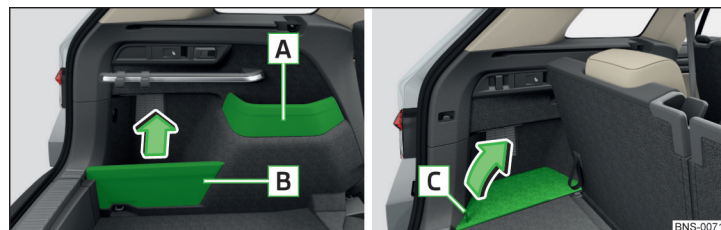

Abb. 154 Seitenablage herausnehmen / Seitenfach öffnen
Das fest verbaute Ablagefach **A** ist zum Ablegen von kleinen Gegenständen bis zu einem Gesamtgewicht von 1,5 kg vorgesehen » **Abb. 154**.
- › Die Ablagefachabdeckung **B** in Pfeilrichtung **abnehmen** » **Abb. 154**.
➤ Zum Öffnen an der Schlaufe **C** in Pfeilrichtung ziehen » Abb. 154.